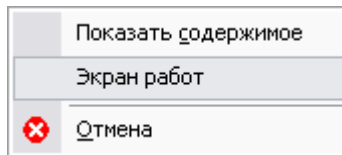

Рис. 73
1. В контекстном меню раздела **Процессы** или **Задания** выберите пункт **Экран работ** (Рис. 73).